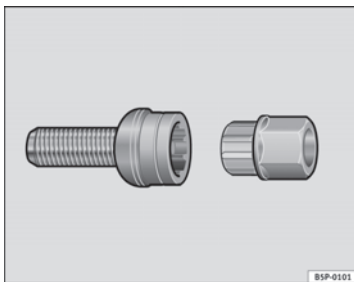

Abb. 182 Diebstahlhemmende Radschraube
- Setzen Sie den Adapter bis zum Anschlag in die diebstahlhemmende Radschraube ein ⇒ Abb. 182.